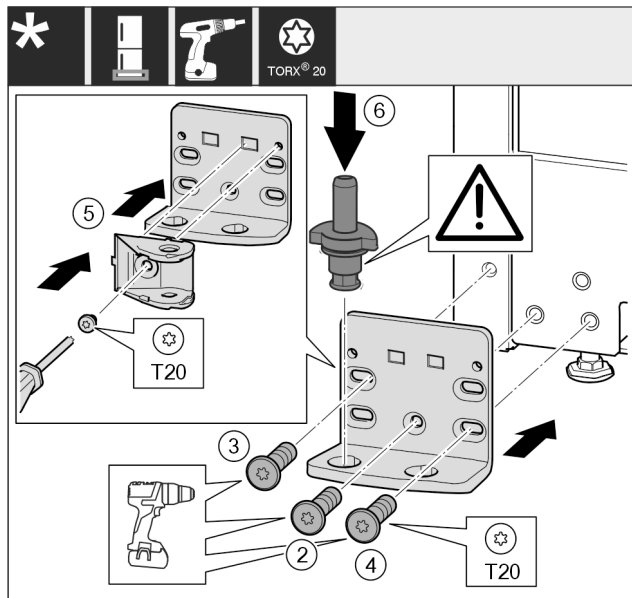

Fig. 44 *
- Vendosni bazamentin mbështetës në anën tjetër dhe mbërthejeni me ndihmën e një kaçavide. Filloni me vidën Fig. 44 (2) poshtë në mes.*
- Mbërtheni fort vidën Fig. 44 (3) dhe vidën Fig. 44 (4).*
- Rrotulloni me 180° lidhjen e amortizatorit të mbylljes Fig. 44 (5). Mbërthejeni në anën tjetër të bazamentit mbështetës me ndihmën e një kaçavide.*
- Vendosni komplet në vend bulonin e rrotullimit Fig. 44 (6). Këtu bëni kujdes që gunga ndaluese të jetë e kthyer nga poshtë.*